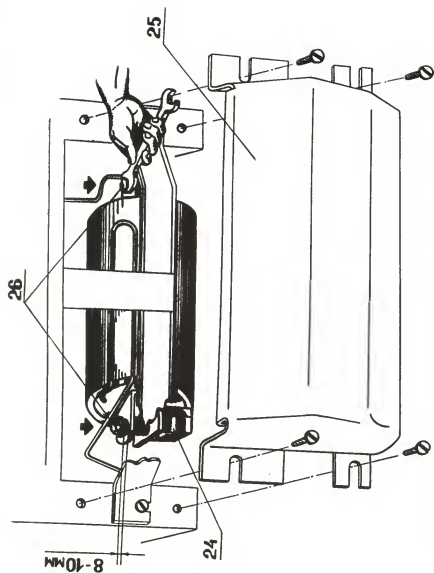

Рис. 4. Транспортировочные болты мотора-компрессора и противовибрационный щиток
Пуск электродвигателя и защита его обмоток от перегрузок производится пускозащитным реле 24 (рис. 4).
1. Снять противושумный щиток 25 (см. рис. 4).